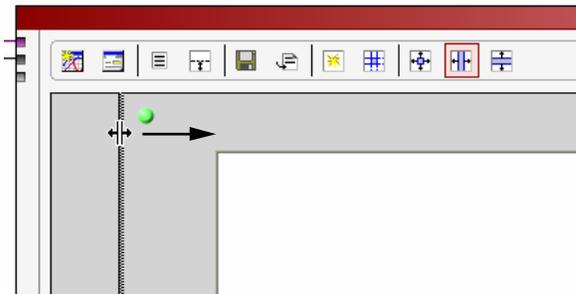

图 27.调整分析结果元件大小
3. 在“输入格式器”（见图25至图27）中，单击“设置”按钮，然后将“数字格式”(Number Format)改成二进制补码。接下来将“分辨率”(Resolution)和“对齐”(Alignment)都改成14。单击“确定”。
接下来，将光标置于垂直分隔条上方并拖到新的位置，以调整“图表”元件左侧的“分析结果”(Analysis Results)面板(见图27)。